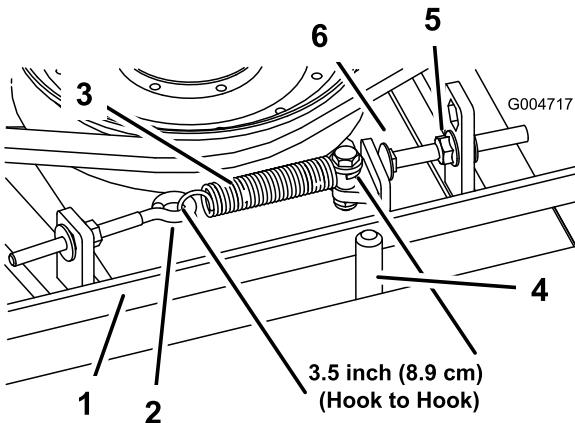

Bild 66
zwischen dem Schraubenkopf und dem Spannarm ungefähr $0,32 \text{ cm} \pm 0,152/0,000 \text{ cm}$ beträgt (Bild 66).
Hinweis: Achten Sie darauf, dass der Riemen auf der Federseite der Riemenführung positioniert ist (Bild 66).
2. Lösen Sie den Augenbolzen, um die Verlängerungsfeder abzunehmen (Bild 66).
3. Lösen Sie die Bundmutter, mit der die Anschlagschraube an der Befestigungslasche befestigt ist. Schieben Sie die Mutter so weit zurück, dass der Spannarm an der Anschlagschraube vorbeigeführt werden kann (Bild 66). Bewegen Sie die Spannscheibe vom Riemen weg, um diesen zu entspannen.
8. Setzen Sie die Verlängerungsfeder (Bild 66) wieder in den Augenbolzen ein und spannen Sie den Riemen wie folgt: